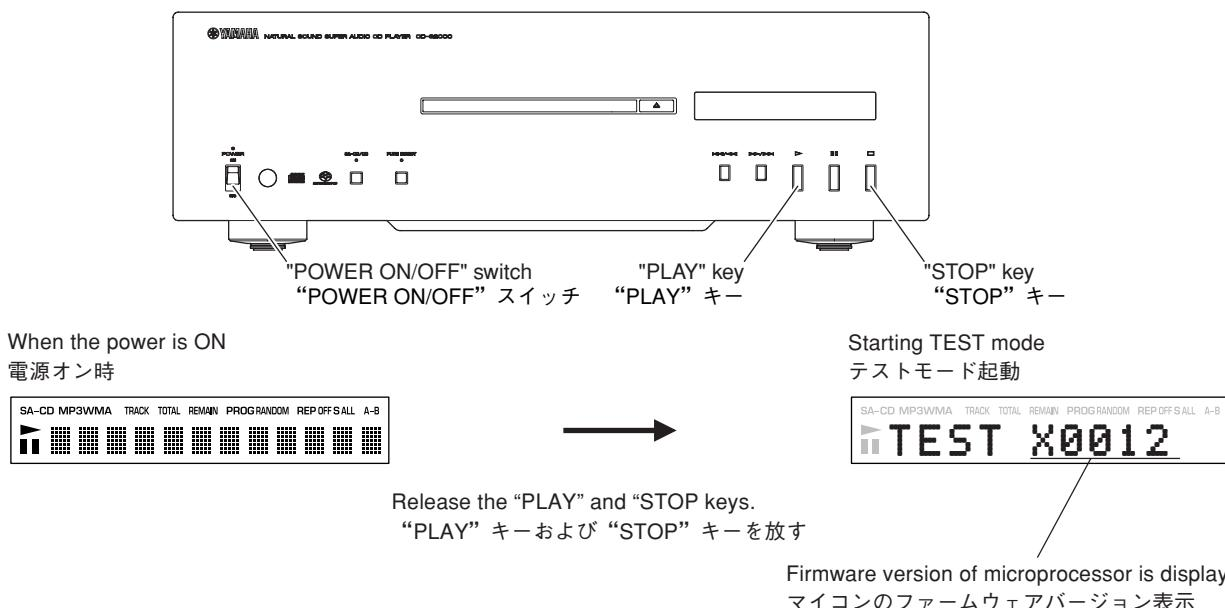

Fig. 12
- b. After applying grease, spread it evenly between A and B of the screw of the stepping motor. (Fig. 12)
- グリスを塗布した後、ステッピングモーターのスクリュー部A-B間にグリスを均一に伸ばします。(Fig. 12)